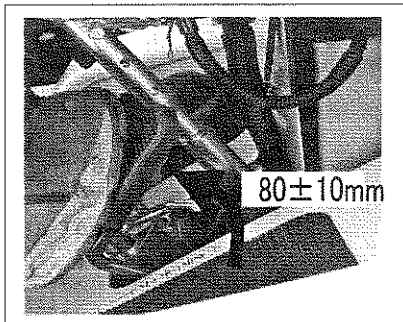

図 1
① 図 1 を参考にクラッチブレーキペダルをロックレバーで固定した状態から、ロックレバーを解除し、ゆっくりとクラッチをつないでいきます。
② 本機が動き始めたときのペダル位置が、固定した状態から 80±10mm 位置でつながるのが標準です。〈図 1 参照〉